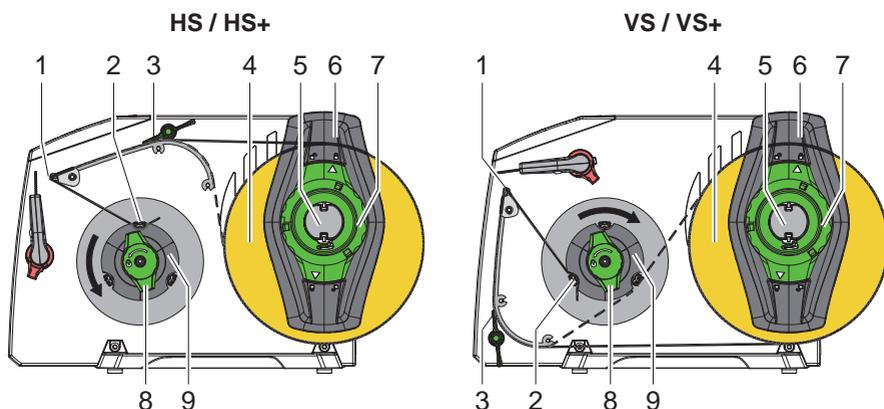

Figure 6 Insérer les étiquettes
1. Positionner la flèche en tournant l'anneau (7) sur le symbole  et retirer le flasque de maintien (6) du support (5).
2. Insérer le rouleau de consommables (4) sur le support (5) afin que lors du déroulement les étiquettes soient face vers le haut sur le modèle HS, et face vers le bas sur le modèle VS.
3. Remettre le flasque (6) en place et le glisser jusqu'au contact avec le rouleau.
4. Positionner la flèche en tournant l'anneau (7) sur le symbole  et bloquer ainsi le flasque (6) sur le support (5).
5. Pivoter le plaqueur (3) de la bande de consommable.
7. Guider la matière comme décrit sur la figure 6 à travers l'arête de pré-décollement (1) vers l'axe de ré-enroulement (9). La ligne pointillée représente les étiquettes à enroulement interne.
8. Retenir l'axe de ré-enroulement (9) et tourner à fond la vis (8) dans le sens des aiguilles d'une montre.
9. Faire passer le support d'étiquettes sous une tige (2) du ré-enrouleur (9) et tourner à fond la vis (8) dans le sens inverse des aiguilles d'une montre. Les coques du ré-enrouleur s'écartent et la bande est ainsi bloquée.
10. Remettre le plaqueur (3) en contact.